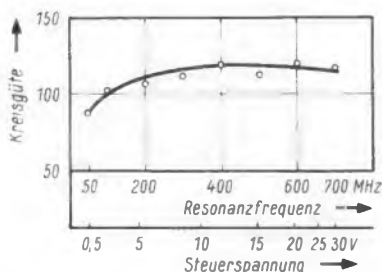

Bild 5. Kreisgüte eines Schwingkreises bei gleichzeitiger Varicap- und Varicoil-Abstimmung. Dioden und Magnet-Erregerspule erhalten die gleiche Steuerspannung
50...700 MHz durchstimmen läßt, wobei im gesamten Bereich keinerlei parasitäre Resonanzen auftreten. Die an diesem Bauteil gemessene Gesamtkreisgüte ist in Bild 5 wiedergegeben. Eine Ausdehnung des Abstimmbereiches auf 50...860 MHz, also über alle Fernsehfrequenzen, erscheint gegenwärtig schon möglich. Derartig weit abstimbare Schwingkreise lassen sich als Eingangsfiler für Suchempfänger oder als Steuerglied in Meßgeräten verwenden, die irgendeine physikalische Größe über der